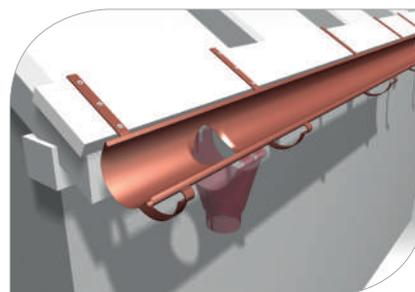

рис. 18
- 3.8 Монтаж желобов необходимо начинать с установки их в здании, а затем передний изгиб желоба, если используется кронштейн с удлинителем и наоборот, если используется длинный кронштейн **(рис. 18, 19)**